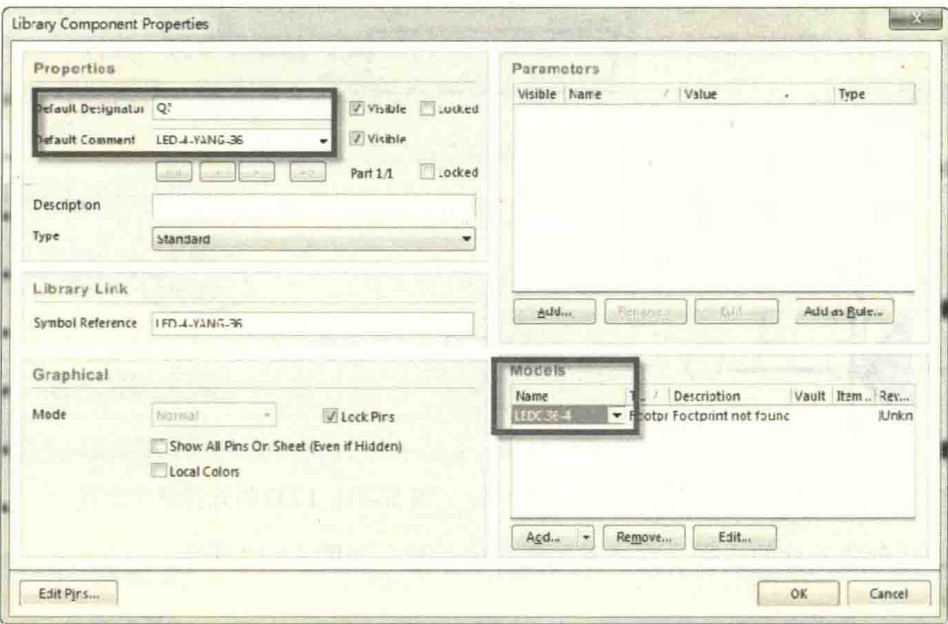

图 12-11 数码管的元件属性设置
(4) 在元件库面板中双击该元件名称，设置其元件属性，如图12-11所示，完成数码管的创建。